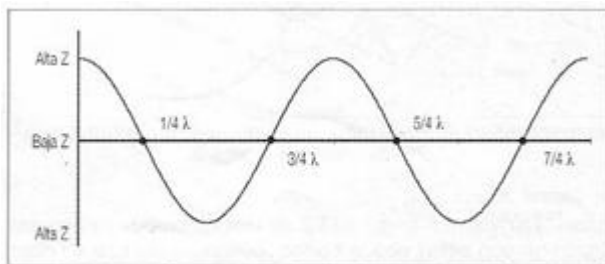

Figura 7. Distribución de la impedancia a lo largo de una línea de transmisión de RF con un extremo abierto.
Notas adicionales: Este pequeño truco puede ser utilizado en otros diseños de antenas. La teoría que la sustenta se ilustra en la figura 7. También es de notar que si la fórmula $Z = E/I$ resulta "sospechosamente" parecida a la ley de Ohm $R = E/I$ es porque la misma fórmula básica se utiliza para calcular tanto la resistencia (R) en un circuito de corriente continua como la impedancia (Z) en un circuito de corriente alterna y que ambas se miden en Ohms.